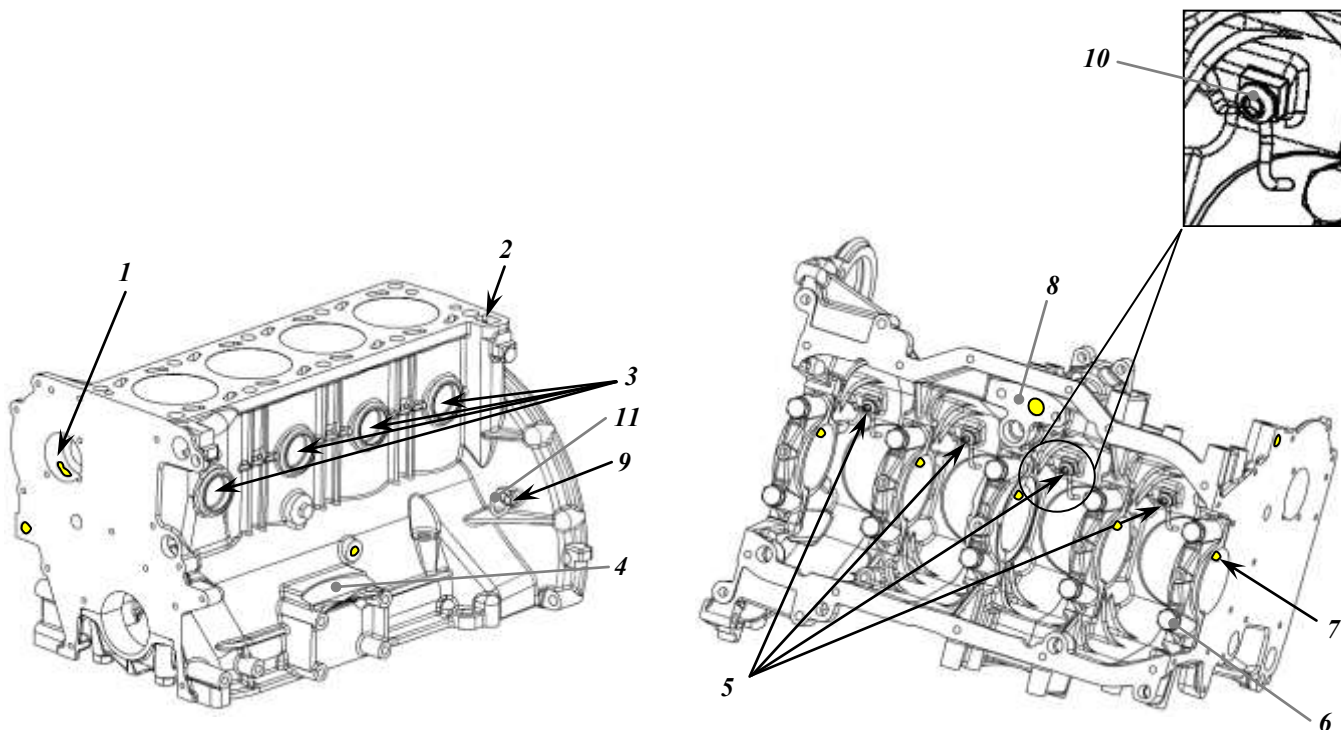

Рис.10. Блок цилиндров:
**Блок цилиндров** (рис.10) – отлит из серого чугуна и выполнен в виде моноблока с картерной частью, опущенной ниже оси коленчатого вала на 60 мм. Масса блока цилиндров в сборе равна 60 кг.